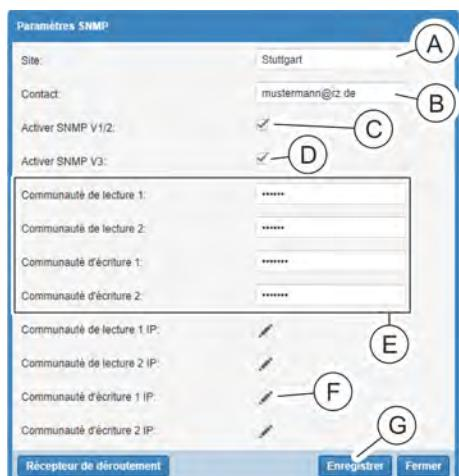

Fig. 136 : Fenêtre « *Paramètres SNMP* »
2. ➔ Saisir le site (Fig. 136 ①) et le contact (Fig. 136 /②) dans la fenêtre « *Paramètres SNMP* ».
3. ➔ Si nécessaire, cocher la case « *Activer SNMP V1/2* » (Fig. 136 ③).
4. ➔ Si nécessaire, cocher la case « *Activer SNMP V3* » (Fig. 136 /④).
5. ➔ Le cas échéant, saisir une communauté de lecture ou d'écriture SNMP (Fig. 136 /⑤).
6. ➔ Le cas échéant, cliquer sur un crayon (Fig. 136 /⑥) pour configurer le contrôle d'accès SNMP.